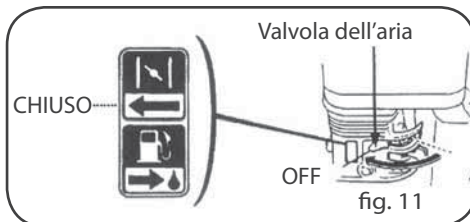

fig. 11
7. Portare la leva della valvola dell'aria in posizione "CHIUSO" (Fig. 11).